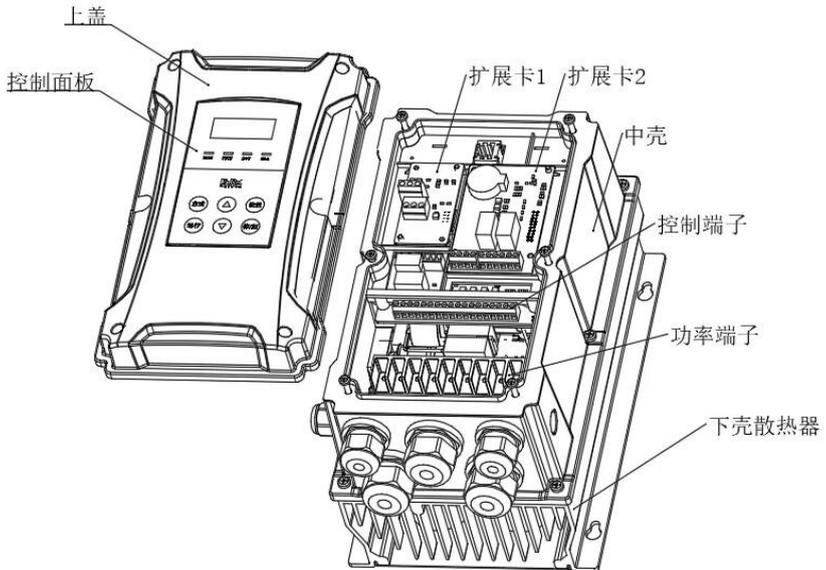

图 8-1 内置扩展卡安装示意图
- 扩展卡安装在变频器内扩展卡 2 位置, 如图 8-1 所示, 使用 3*6 的自攻螺丝安装固定;